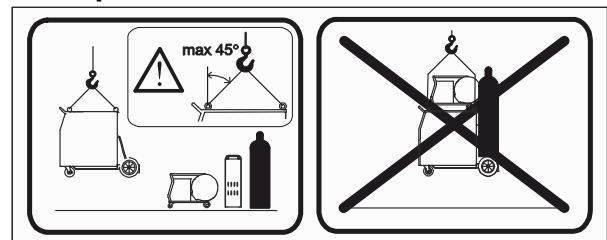

Figure 4.
- Visser un boulon à œil et appliquer la charge axialement selon un angle de 45° conformément à la Figure 4.